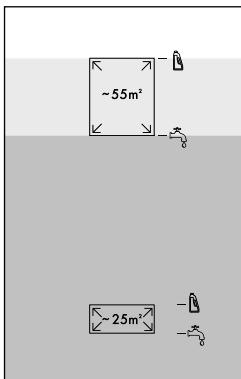

Afb. 7
- ◆ Draai het schoonwaterreservoir 11 om en schroef het deksel eraf (zie afb. 7).